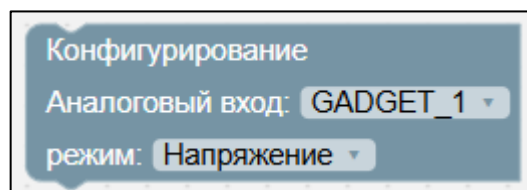

Рисунок II-38 – Блок «Конфигурирование. Аналоговый вход»
2. Блок «Конфигурирование. Аналоговый вход» (см. Рисунок II-38).